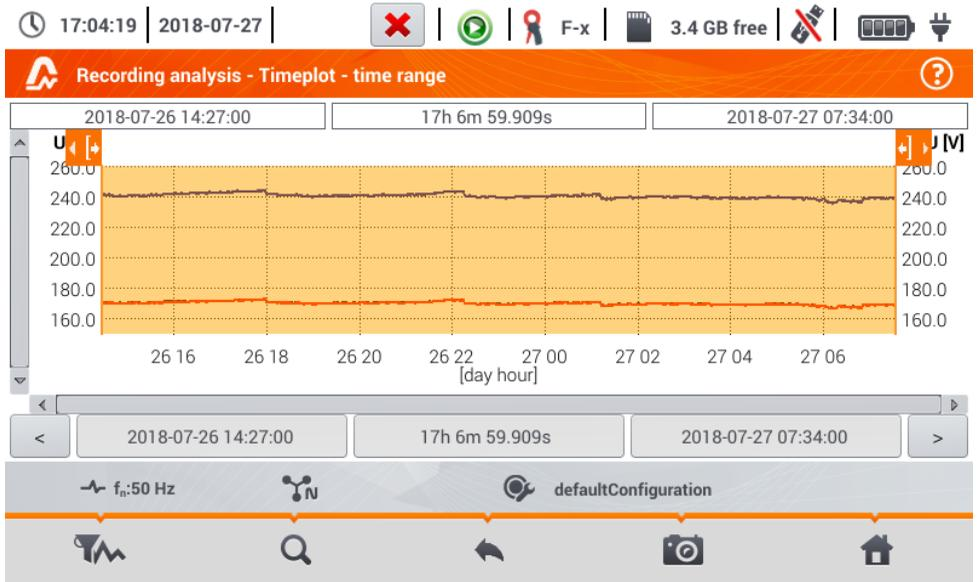

Fig. 5.19. Aufnahme Zeitdiagramm
Wurde wie in **Abschn. 5.8** Schritt ③ das  Symbol ausgewählt, wird wie in **Fig. 5.19** folgend Darstellung angezeigt.